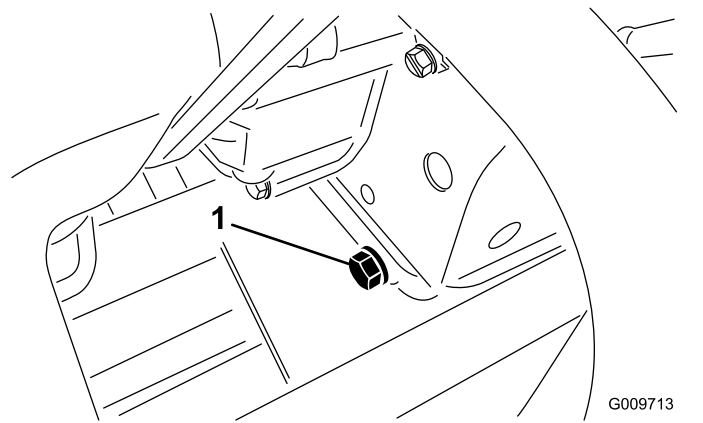

Figura 77
- 2. Retire el tapón de vaciado (Figura 77) y deje fluir el aceite a un recipiente apropiado.